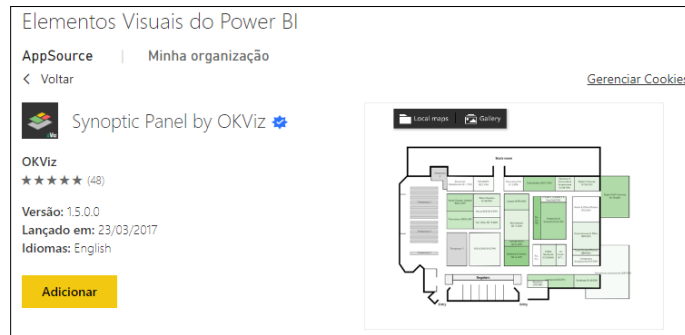

Figura 5 - Synoptic Panel, elemento visual do Power BI.
- Para carregar os fluxogramas vetorizados para o *dashboard* do Power BI, é necessário ativar o visual *Synoptic Panel by OKViz*, gratuito na data de edição desse documento, ver Figura 5;